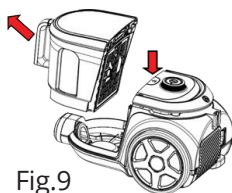

Fig.9
2. Come viene mostrato nella fig.9 rimuovere il contenitore raccogli-polvere dall'unità afferrandolo dalla maniglia e tirandolo verso l'alto. (Fig.9).